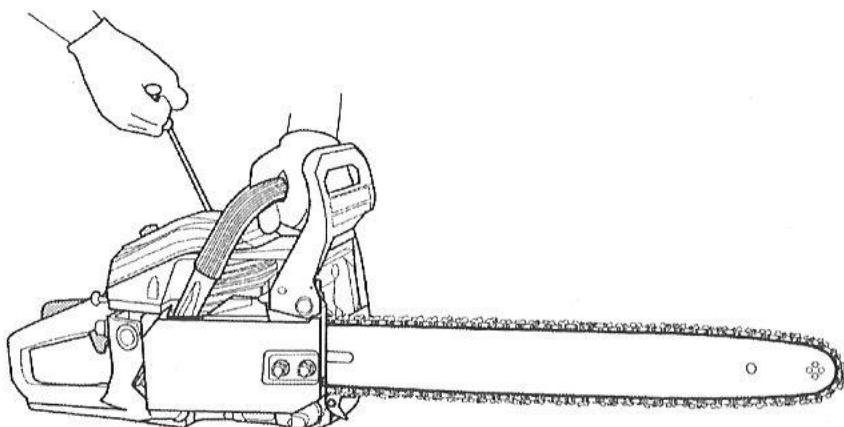

Рис. 17
3. Нажмите на всасывающее устройство (14) около 10 раз.
4. Вытяните рычаг привода воздушной заслонки (20).
6. Поставьте правую ногу на защиту руки (6), а левой рукой держитесь за переднюю рукоятку (4). Прижмите цепную пилу так сильно к земле, чтобы при запуске она не могла ни выскользнуть, ни опрокинуться (Рис. 17).